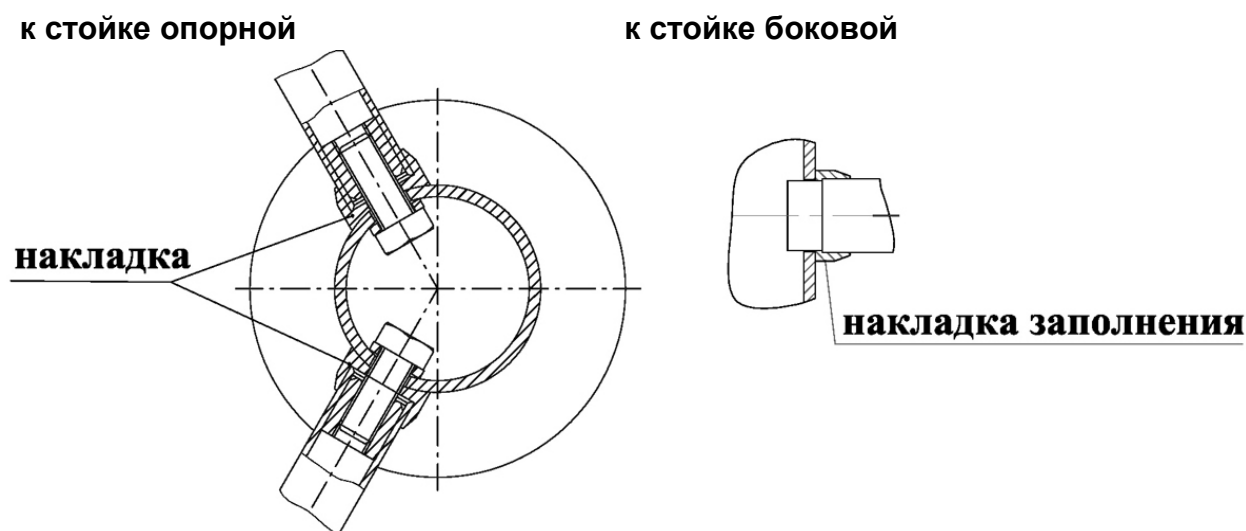

Рис. 8. Крепление планок заполнения
- установите преграждающую стойку (9) в рабочее положение, закрепите её на установочной поверхности с помощью анкерных болтов М10;
- установите в рабочее положение балку несущую (6), проведя в отверстие под опорную стойку и накладные фланцы все кабели, зафиксируйте ее положение болтами через накладные фланцы (операцию выполнять, используя две стремянки);
- установите на опорную стойку планки заполнения (11), предварительно надев на них накладки (5) (см. рис. 8), планки заполнения на место технологических гаек устанавливать последними;
- методом подбора наденьте на свободные концы планок заполнения накладки заполнения (12) (см. рис. 8);